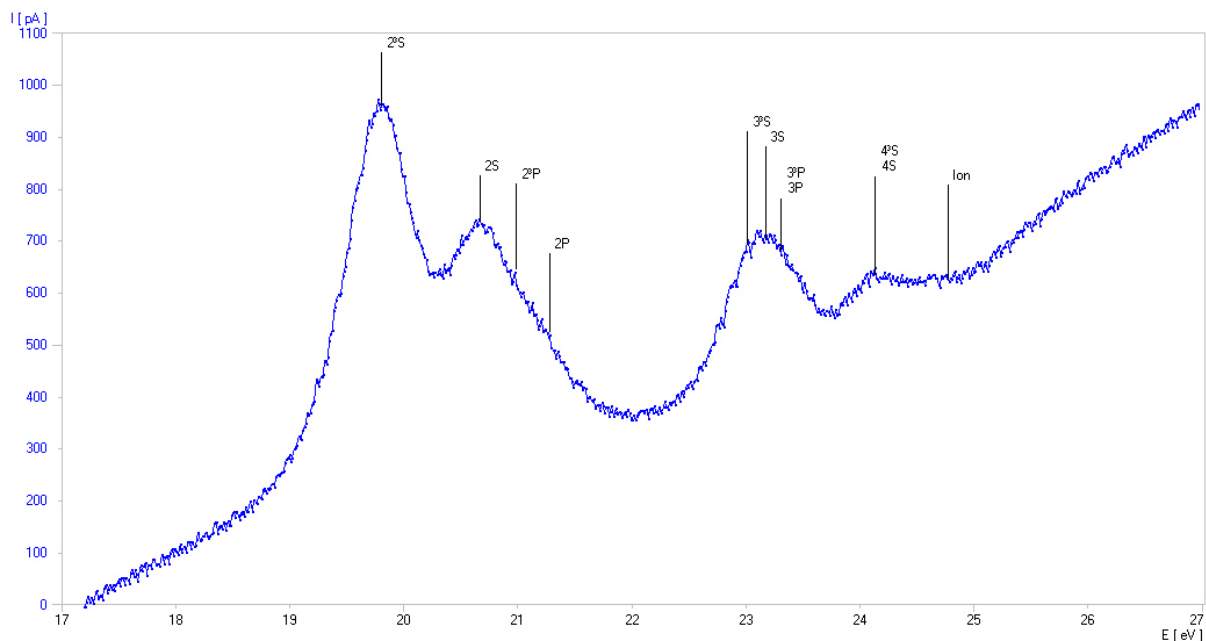

Fig. 3: Determinazione dei potenziali critici dell'atomo di elio (curva di misurazione registrata con 3B NETlog™)
- Creare un diagramma, in cui l'asse X rappresenti la grandezza E e l'asse Y la grandezza I . (Vedere Fig. 3).